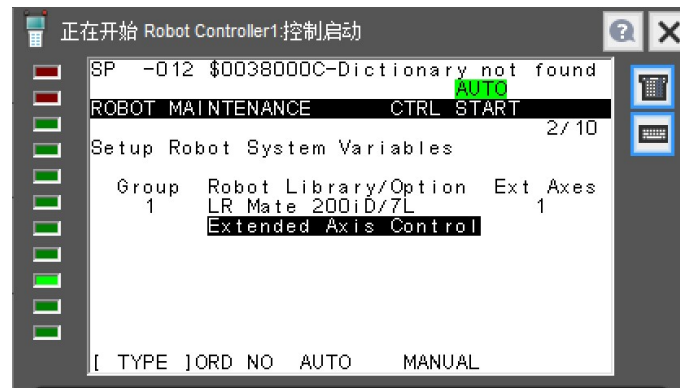

图 4.1.2
- 2) 移动光标，选择 2Extended Axis Control（扩展轴），选择 F4（MANUAL）手动进入扩展轴配置界面，如图 4.1.2 所示。